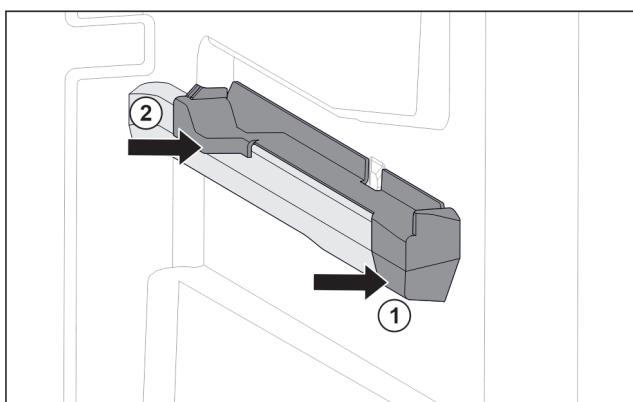

Fig. 79 Вставна частина на правому ребрі для резервуару
- Fig. 79 (1)
- Притиснути вставну частину позаду. Fig. 79 (2)